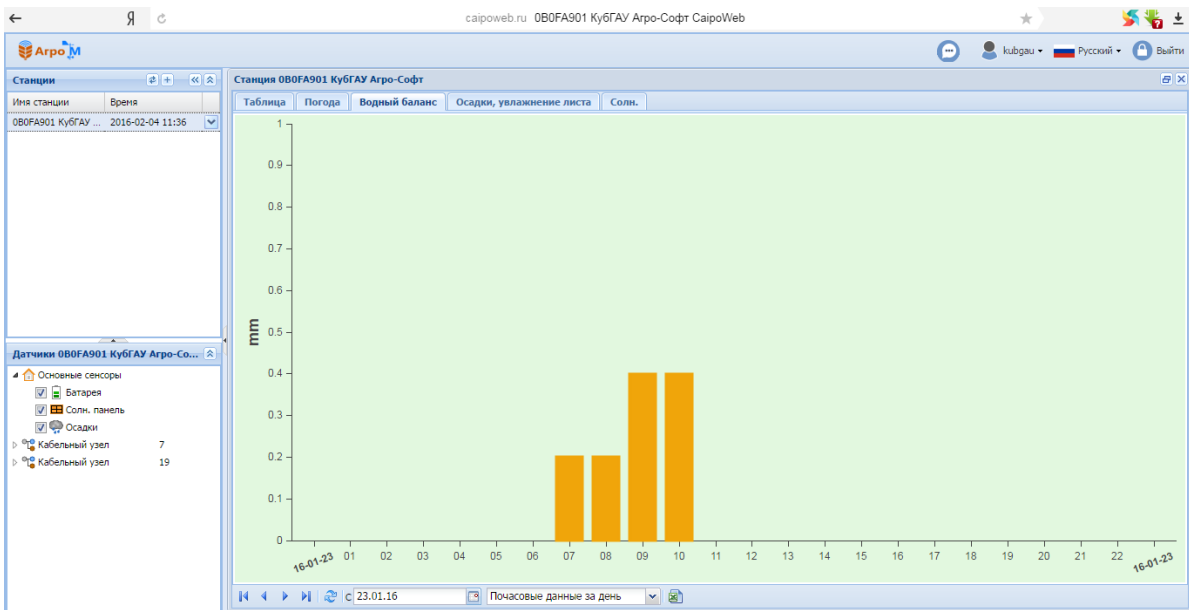

Рисунок 15.6 –
4. Выбрать вкладку _____ **Водный баланс** (рисунок 15.6).